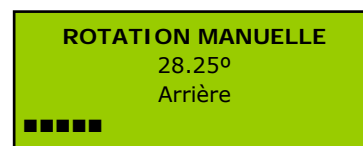

Figure 28.
- **Mode de rotation manuelle introduisant préalablement un angle sur le clavier.** Pour accéder à ce mode, entrer l'angle sur le clavier et appuyer sur la pédale. La machine commence à tourner par l'avant et le message de la Figure 28 apparaît sur l'écran.